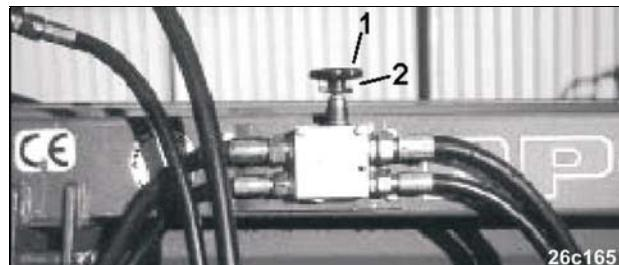
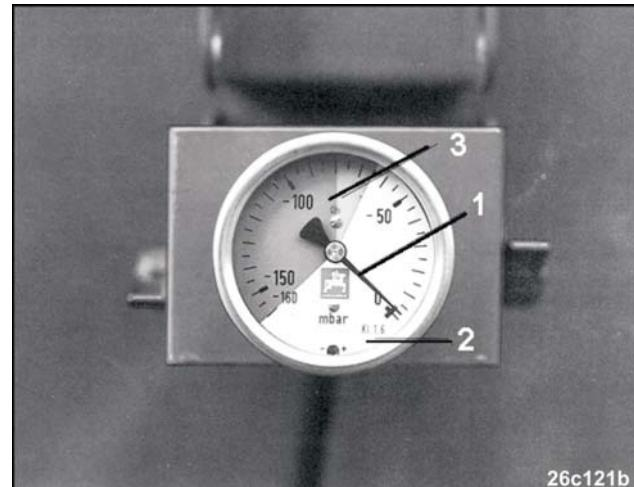

Рис. 169
Рис. 170
- От числа оборотов на входе воздуходувки, которое регулируется путем проворачивания ручки (Рис. 169/1) на напорном клапане.
- ручку (Рис. 169/1) проворачивайте так долго, пока стрелка (Рис. 170/1) манометра (Рис. 170/2) не будет находиться в зеленом диапазоне (Рис. 170/3)..
- Зафиксируйте это положение ручки при помощи контргайки (Рис. 170/2).